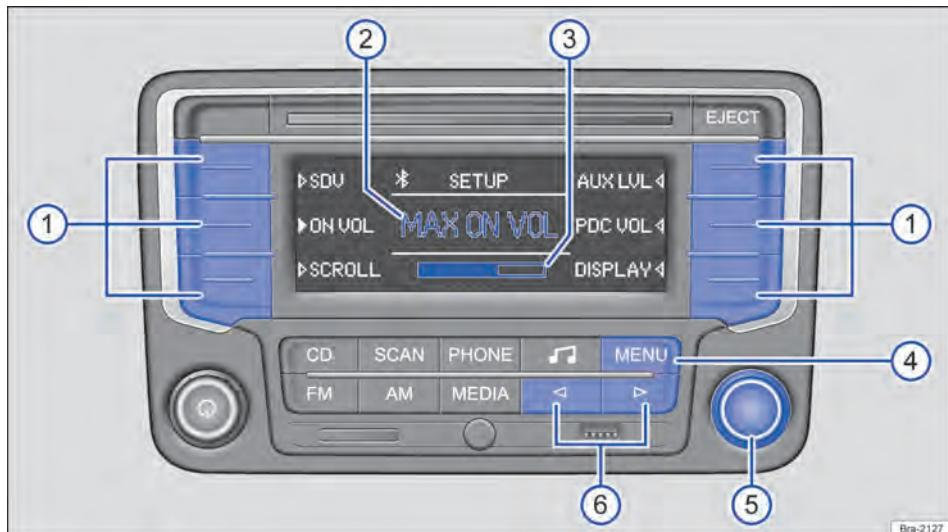

Fig. 144 Menu SETUP: definir o volume inicial.
- Pressionar o botão do aparelho **[MENU]** a partir de qualquer menu → Fig. 144 ④.
- Pressionar os botões de função para abrir o respectivo menu de ajuste → Fig. 144 ①.
- Girar botão de ajuste para alterar o ajuste atual → Fig. 144 ⑤.
- **OU:** pressionar brevemente o botão do aparelho **[]** ou **[]** para alterar o ajuste atual → Fig. 144 ⑥.
- **OU:** botão do aparelho é pressionado brevemente **[MENU]** → Fig. 144 ④.
No centro do display é exibido MAX ON VOL → Fig. 144 ② e, abaixo disso, a barra de volume → Fig. 144 ③.